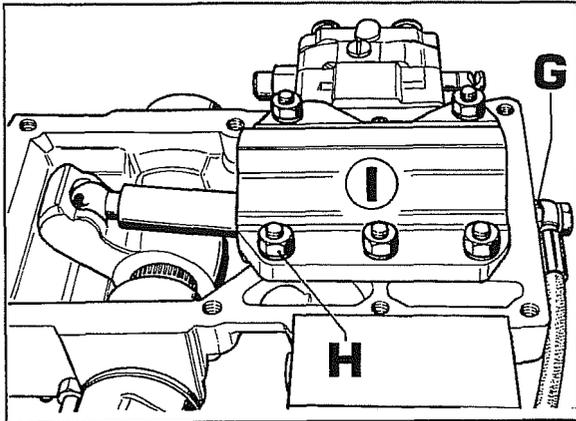

Fig. 30
- f. Enlever le carter du relevage et le poser sur un plan de travail comme le montre la fig.30.
- g. Débrancher le raccord **G** fig.30 puis dévisser les vis **H** et enlever le cylindre **I**.